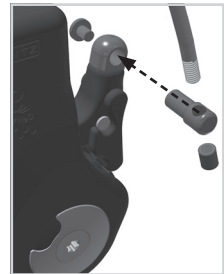

Abb. 6
- 2 Stecken Sie den Kabelzughalter (4) in die Bohrung der Aufnahme für Kabelzughalter (Abb. 6).
- 3 Befestigen Sie den Kabelzughalter mit der Linsenschraube (1). Sichern Sie dabei die Linsenschraube mit LOCTITE® 243 mittelfest.
- 4 Befestigen Sie die Gewindemuffe (5) am Kabelzug (3).